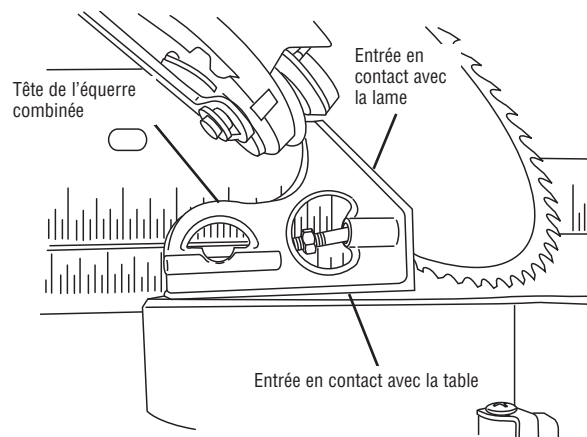

Figure 24
7. Utilisez une équerre combinée pour vous assurer que la lame est à un angle de 45° par rapport à la table. Retirez la lame de la règle de l'équerre combinée. Placez seulement la tête de l'équerre combinée sur la table de la scie de façon que son côté plat long repose sur la table et que son côté à 45° soit contre la lame inclinée (voir Figure 24).
5. Tout en tournant le boulon « F », regardez la lame s'incliner – tournez « F » jusqu'à ce que la plaque de la lame de scie soit totalement en contact avec le côté à 45° de la tête de l'équerre (voir Figure 24).